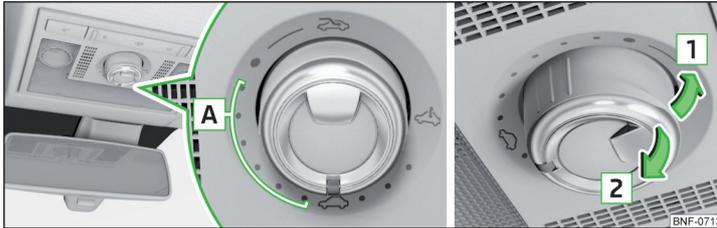

Fig. 36 Manejo del techo corredizo/elevable
### Manejo del techo corredizo/elevable » fig. 36
Si se cierra el techo corredizo/elevable tirando en el interruptor de la cavidad en el sentido de la flecha 2 » fig. 36 de la pág. 49 y el proceso de cierre es detenido por un obstáculo, entonces en el tercer intento de cierre se desactiva el funcionamiento de la limitación de fuerza (cuando se reduce el período de 5 segundos entre cada intento de cierre). El techo corredizo/elevable cierra con toda la fuerza. ¡Existe peligro de lesiones!
- Conectar el encendido y colocar el interruptor en la posición ↻ » fig. 36 de la pág. 49.